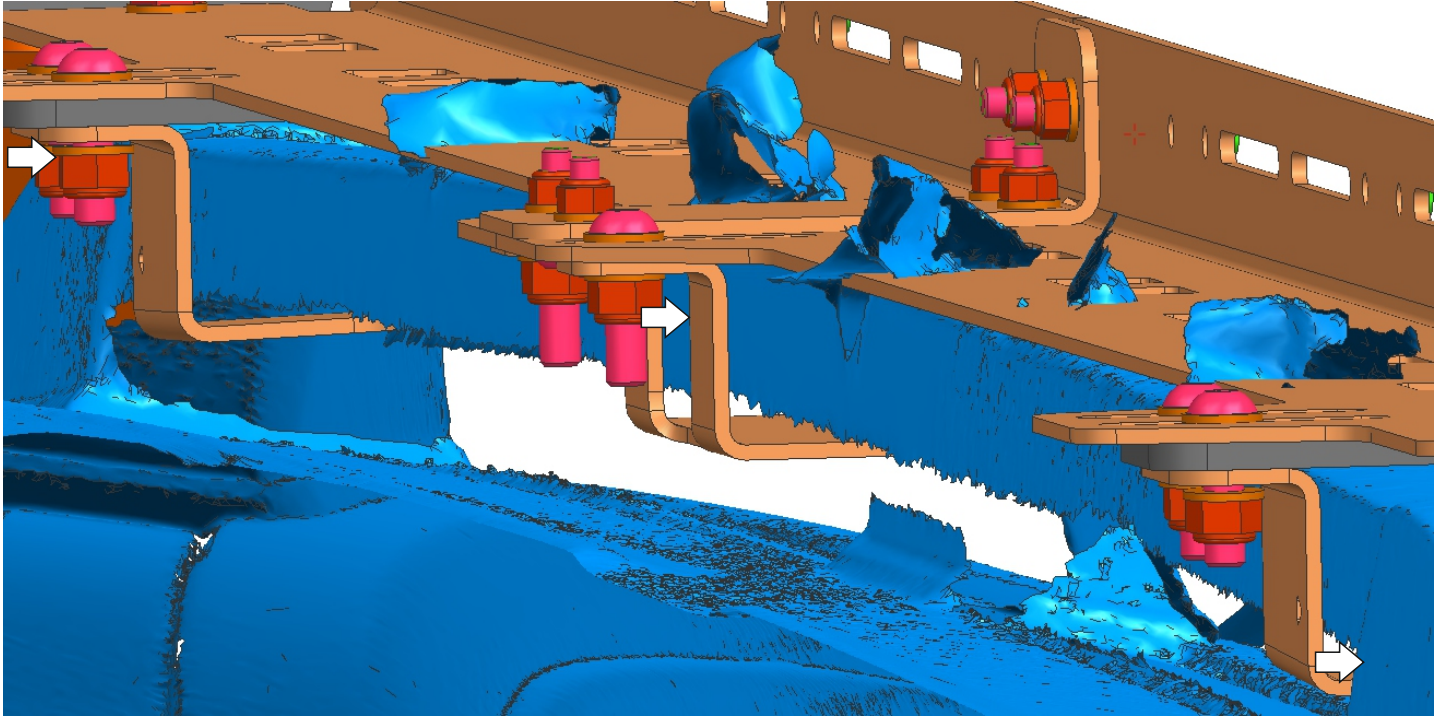

Рис.13
12. Установить багажник на рейлинги. Прижать кронштейны (поз.12, 13, 14) к рейлингу. Затянуть крепеж, как показано на рис. 13.